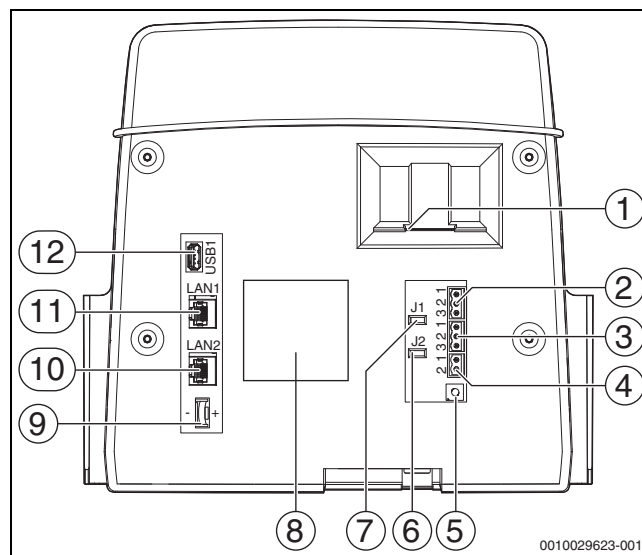

Рис. 4 Подключения пульта управления
Модуль безопасности нельзя использовать для котлов с активацией через подключение EMS (→ рис. 4, [4], стр. 11).
Для теплогенераторов (например, блок-ТЭС), подключенных через Modbus-RTU (\rightarrow рис. 4, [3], стр. 11):
- ▶ Подключите блочную теплоэлектростанцию к разъему Modbus-RTU (→ рис. 4, [3], страница 11).
Конечное сопротивление (J2) (→ рис. 4, [6], страница 11) в состоянии поставки замкнуто (вставлено = активировано).